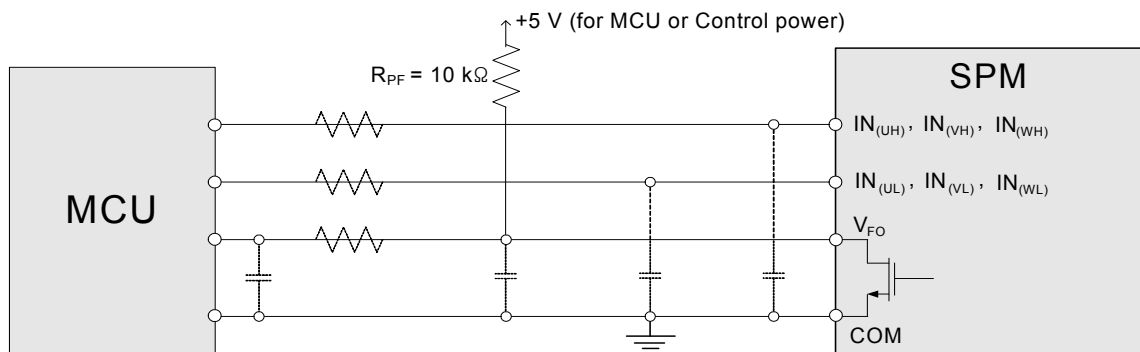

图 14. 推荐的 MCU I/O 接口电路
- 3) V_{FO} 输出是漏极开路型。此信号线应该用电阻上拉至 MCU 或控制电源正极, 以使 I_{FO} 达到 1mA (请参考图 14)。